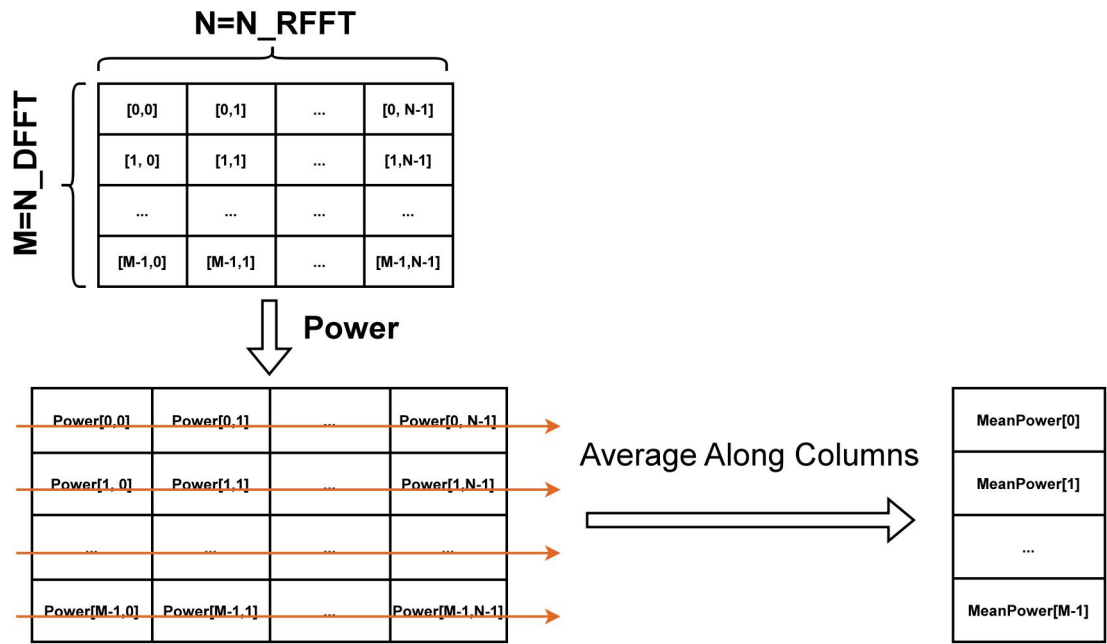

图 2-37 速度谱计算方法
5、速度谱为对 DataCube 的每个距离-多普勒 bin 求功率，对每个多普勒 bin 沿距离维度进行功率平均，计算流程如图 2-37 所示；